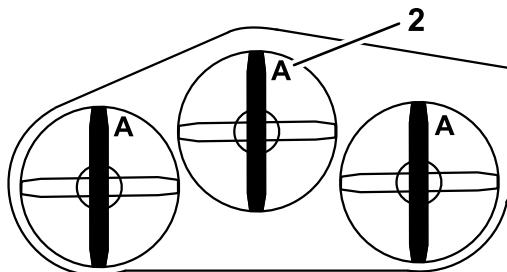

図 79
3. ブレードが前後方向を指すように回転させる。Aの位置で（図79）、平らな床面からブレードの刃先までの高さを測る。測定値を記録する。